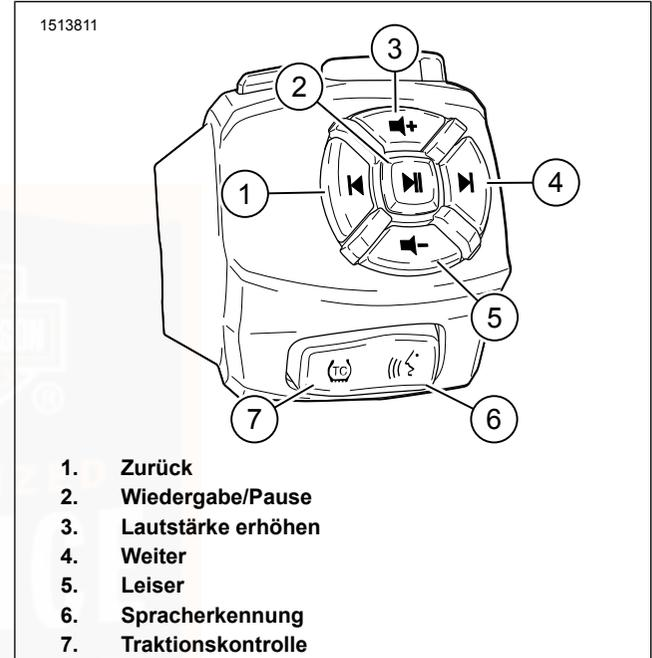

Abbildung 31. RHCM – unten
Siehe Abbildung 31. Die „Zurück“-Taste (1) drücken, um die vorherige Mediendatei auszuwählen.
Siehe Abbildung 31. Die „Weiter“-Taste (4) drücken, um die nächste Mediendatei auszuwählen.
Siehe Abbildung 31. Die „Wiedergabe/Pause“-Taste (2) drücken, um die aktuelle Mediendatei wiederzugeben oder anzuhalten.
Siehe Abbildung 31. Die „Lautstärke erhöhen“-Taste (3) drücken, um die Lautstärke zu erhöhen.
Siehe Abbildung 31. Die „Lautstärke verringern“-Taste (5) drücken, um die Lautstärke zu verringern.
Siehe Abbildung 31. Die Spracherkennungstaste (6) aktiviert die Spracherkennungsfunktionen an einem angeschlossenen Mobilgerät.
Siehe Abbildung 31. Die Traktionskontrolltaste (7) aktiviert und deaktiviert das Traktionskontrollsystem.
Siehe Abbildung 29 und Abbildung 31 .
Siehe Abbildung 31. Die Spracherkennung kann verwendet werden, um einen Anruf über IM vorzunehmen. Die Spracherkennungstaste drücken und den Befehl in ein angeschlossenes Headset sprechen.
Siehe Abbildung 31. Der Spracherkennungsschalter (6) aktiviert Spracherkennungsfunktionen auf einem angeschlossenen Gerät (sofern unterstützt). Bei angeschlossenerm Headset den Spracherkennungsschalter drücken. Sprechen Sie den gewünschten Befehl in das Mikrofon der Sprechgarnitur.